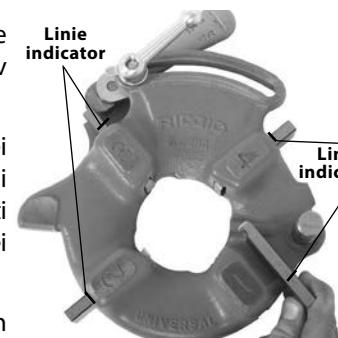

Figura 6 – Inserare cuțite-filieră
4. Ridicați limba șaibei în afara fantei barei de gabarit. Deplasați șaiba la capătul fantei (Figura 6).
6. Inserați filierele potrivite în capul-filieră, cu marginea cu cifrele în sus, până când linia indicatorului este aliniată cu marginea capului (vezi Figura 6). Numerele de pe cuțitele-filieră